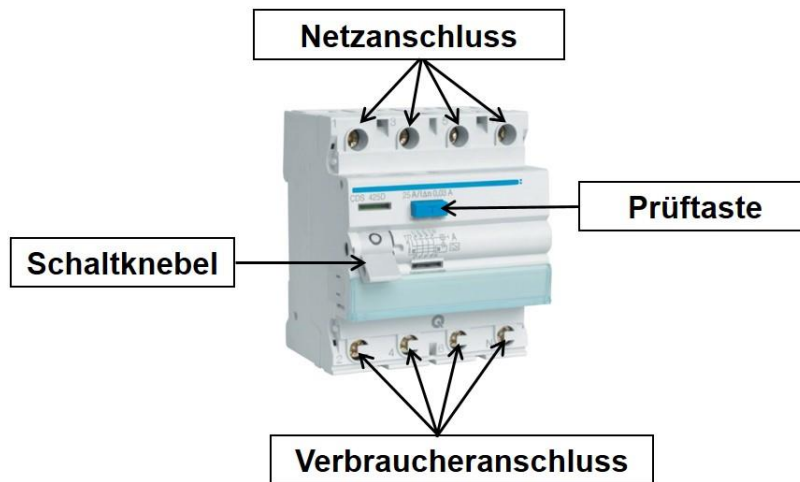

Abb. 8: Fehlerstromschutzschalter (RCD), äußere Merkmale
- a.) Herr Pfennig hat bei seinem Werkzeug bereits die relevanten Bauteile dabei. So auch einen Fehlerstromschutzschalter. Er zeigt euch die wichtigsten äußeren Merkmale (siehe Abb. 8).